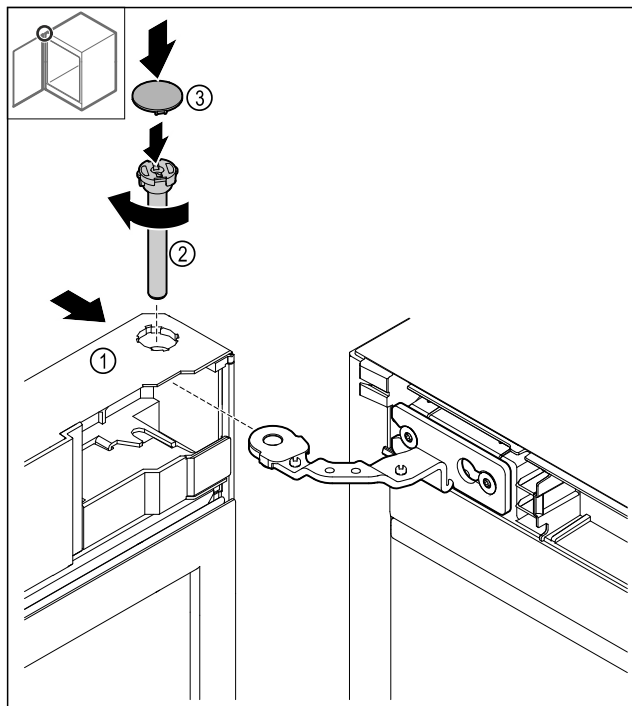

Fig. 47
- ▶ Skjut på dörren Fig. 47 (1) upp till på gångjärnet.
- ▶ Sätt in stiftet Fig. 47 (2) och skruva fast det medurs.
- ▶ Sätt på skyddet Fig. 47 (4).